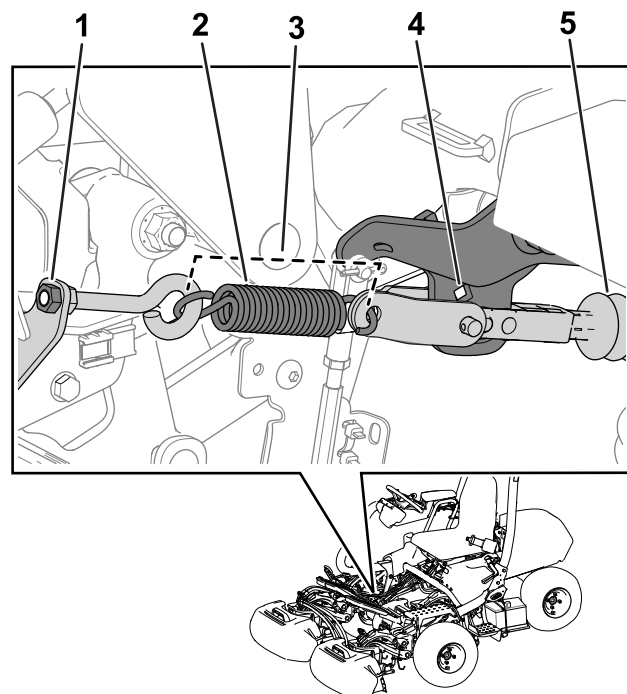

Figure 36
**Remarque:** Voir la Figure 36 pour cette procédure.
3. Préparez l'opération en serrant l'écrou du boulon à œil afin que le ressort ait une longueur de 11,4 cm quand il est en place (Figure 36).